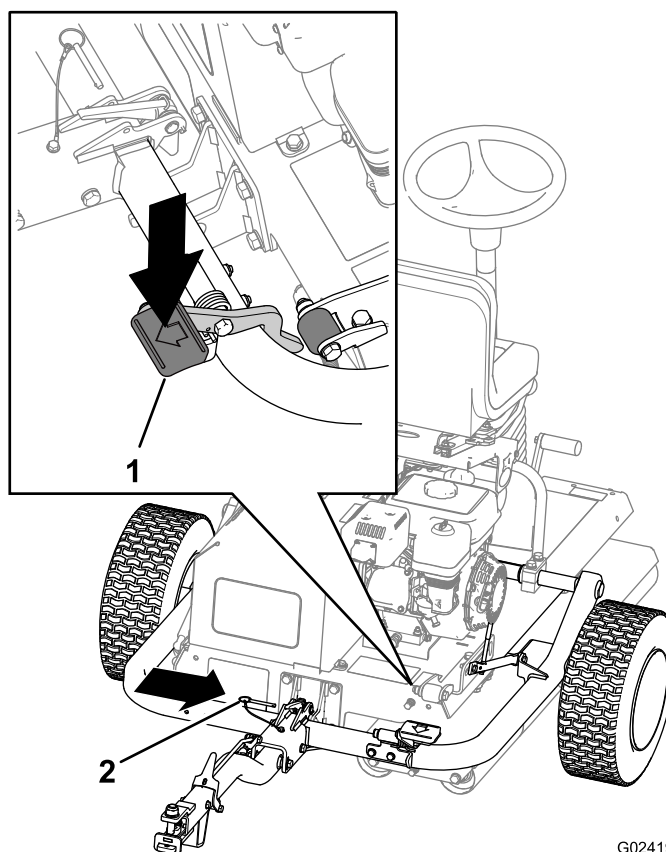

Figura 26
- C. Pise o pedal do engate até o engate ficar bloqueado no lugar (Figura 26).
- D. Insira o pino de bloqueio (Figura 26).